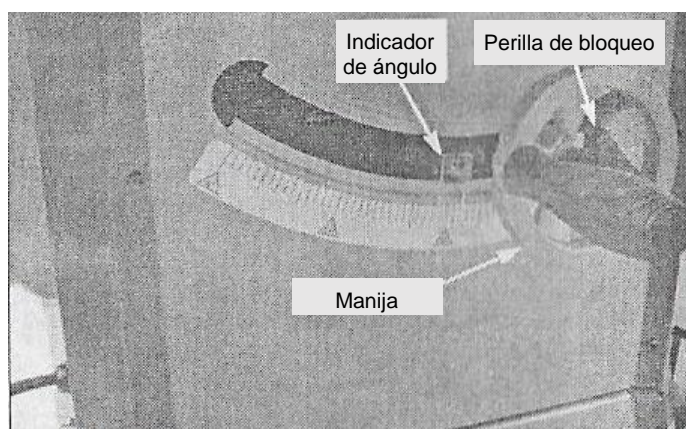

Figura 44: Ajuste de la altura de la hoja.
Véase la figura 44.
- La inclinación de la hoja se puede establecer en cualquier ángulo entre 90° y 45° . La inclinación de la hoja se controla con la manija que se encuentra del lado derecho de la unidad (figura 44). El indicador en el frente de la unidad (figura 45) muestra el ángulo de inclinación de la hoja.